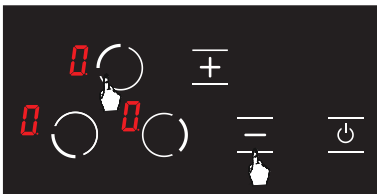

Abbildung 18
1. Berühren Sie die Auswahl-taste (**⊙**) für die obere linke Kochplatte und die Minustaste (**-**) gleichzeitig, dabei ertönt ein kurzer Signalton. (siehe Abb. 18) Danach werden die Finger vom Bedienfeld des Herds entfernt.